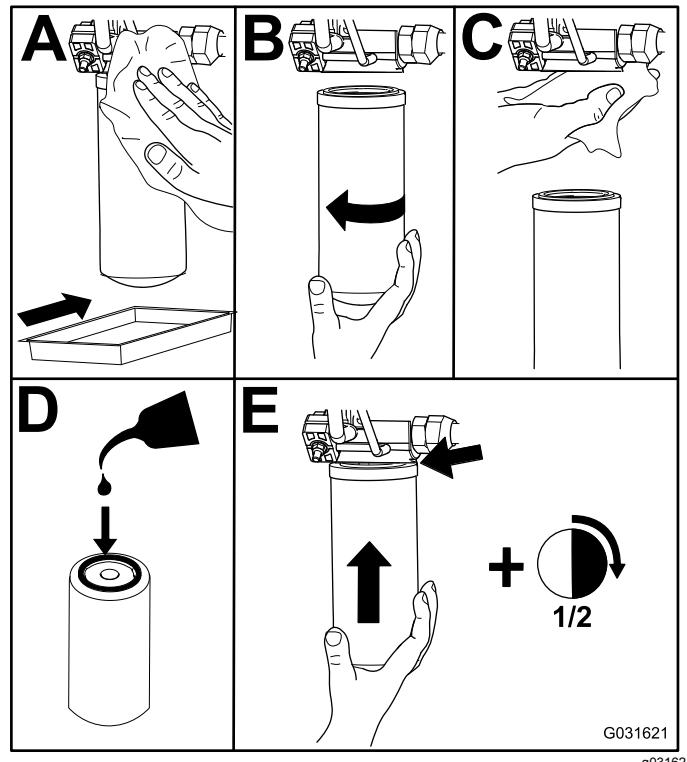

Figura 97
2. Sostituite i filtri idraulici (Figura 97).